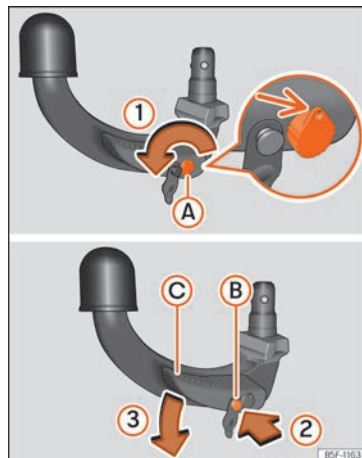

Fig. 252 Posición de reserva del gancho de remolque
- Inserte y gire la llave en el sentido de la flecha » **fig. 252 ①** hasta que el agujero de la llave quede arriba (flecha).
- Presione el perno de desbloqueo » **fig. 252 ②** en el sentido de la flecha ② y al mismo tiempo presione la palanca **③** el sentido de la flecha ③ hasta el tope.